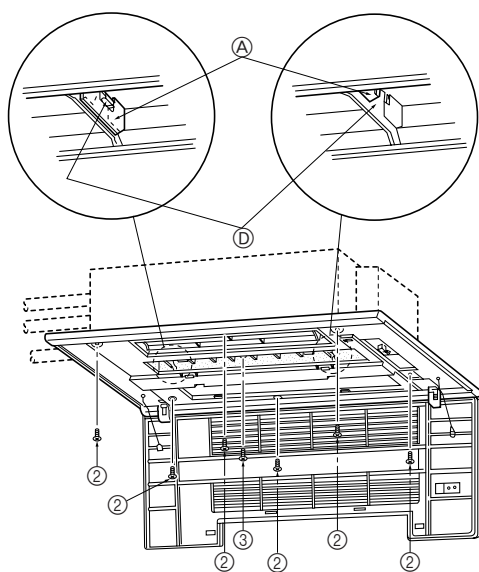
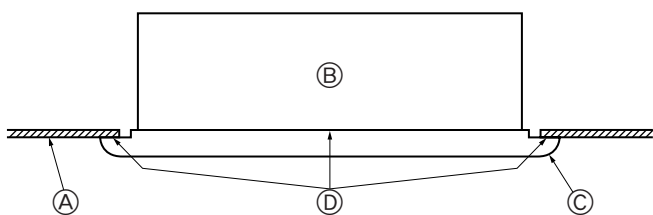

Fig. 5-5
Fig. 5-6
- Ajuste el panel frontal de modo que encaje adecuadamente en el ángulo entre el techo y la pared e instale los pernos de fijación ② (suministrados con esta rejilla) en sus cuatro ubicaciones respectivas a izquierda y derecha, dejándolos ligeramente flojos. (Fig. 5-5)
- A continuación, apriete los pernos de seguridad ② y los tornillos de seguridad ③ en las tres ubicaciones centrales.
- Finalmente, apriete los pernos de seguridad ② en las cuatro ubicaciones a derecha e izquierda.
- Llegados a este punto, asegúrese de que no existan huecos entre la unidad interior y el panel frontal y entre el panel frontal y la superficie del techo. Si existieran huecos, podría penetrar el viento y provocar pérdidas de agua. (Fig. 5-6)
- \* Apriete completamente los pernos de seguridad ② y los tornillos de seguridad ③.